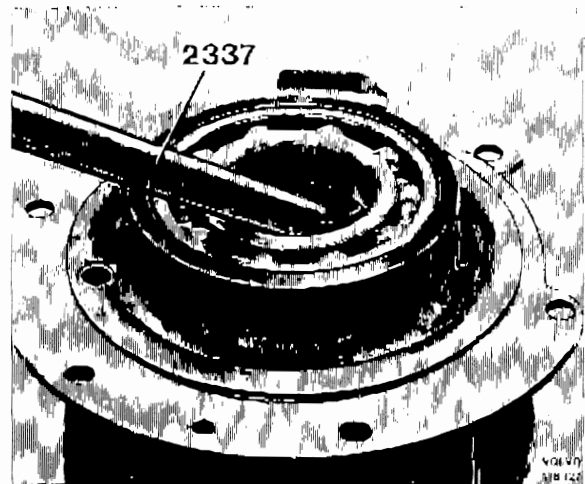
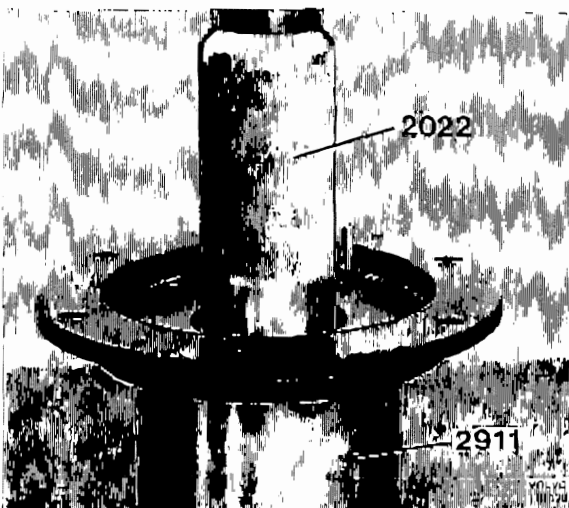

Bild 63. Urdrivning av tätning
Bild 62. Uppressning av lager
25. Placera locket för snäckhjulet på 2911 och pressa ur lagret (26) med 2022. Bild 62.
27. Placera locket på 2911 och pressa ur lagret (3) med 2061.
28. Placera locket för ingående axeln på 2911 och pressa ur tätningen med 2267. Bild 63.